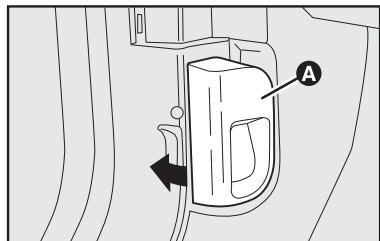

fig. 112
- 1) puxar a alavanca **A**-fig. 112.